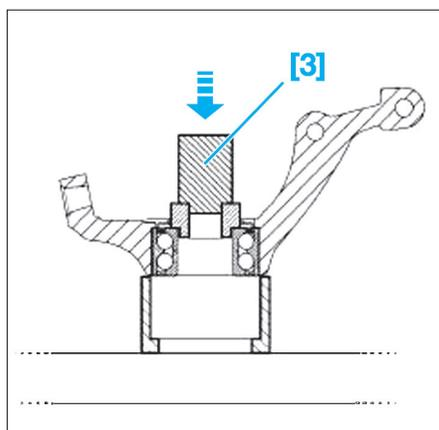

Fig. 20
- [3]. Tube de 65 mm pour la dépose du roulement (Fig.20).
- Déposer le roulement en prenant appui sur la bague intérieure avec l'outil [3] (Fig.20).